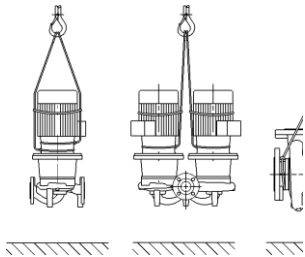

Рис. 3: Закріплення транспортувальних тросів
- Петлі для транспортування на двигуні служать тільки для задання напрямку при захопленні вантажу (рис. 3).